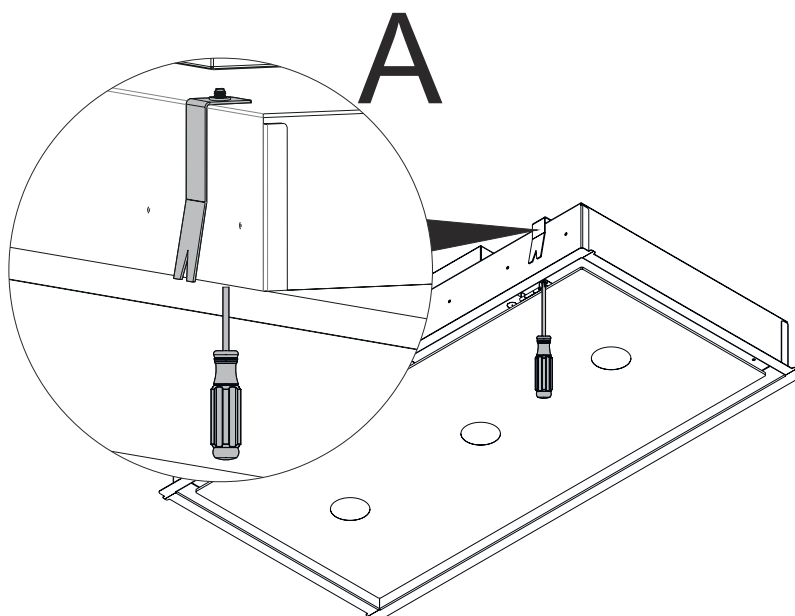

Fig. 10
4. ➔ Spænd nu de 4 skruer, der strammer beslagene og fastgør emhætten til overfladen (Fig. 10).
Vær opmærksom på at emhætten er tæt og plan med loftet (Fig. 10/A).